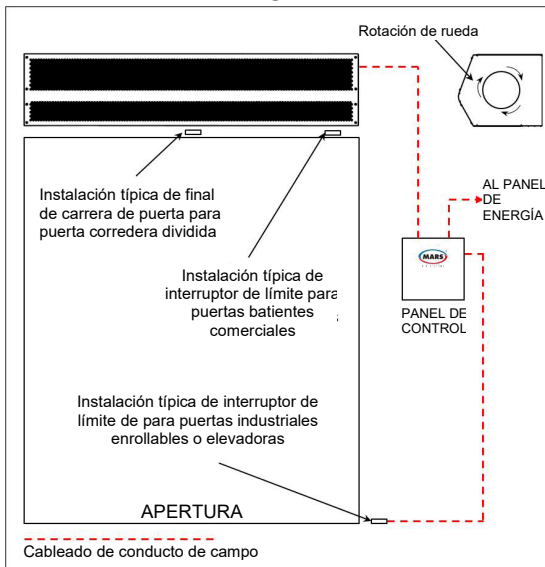

FIG. 3
2. La unidad y todos los accesorios opcionales deben conectarse con el voltaje adecuado a la caja de conexiones según el diagrama de cableado. (FIG. 3, solo productos sin calefacción)